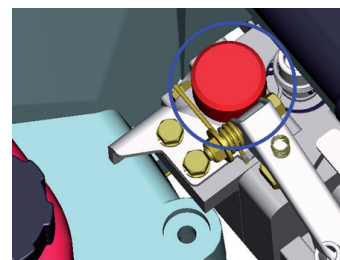

Bild 22
- Entfernen Sie die rote Verschlussschraube Bild 22 und füllen 0,22 Liter ISO VG 46 oder SAE 10W-30CD Öl ein.